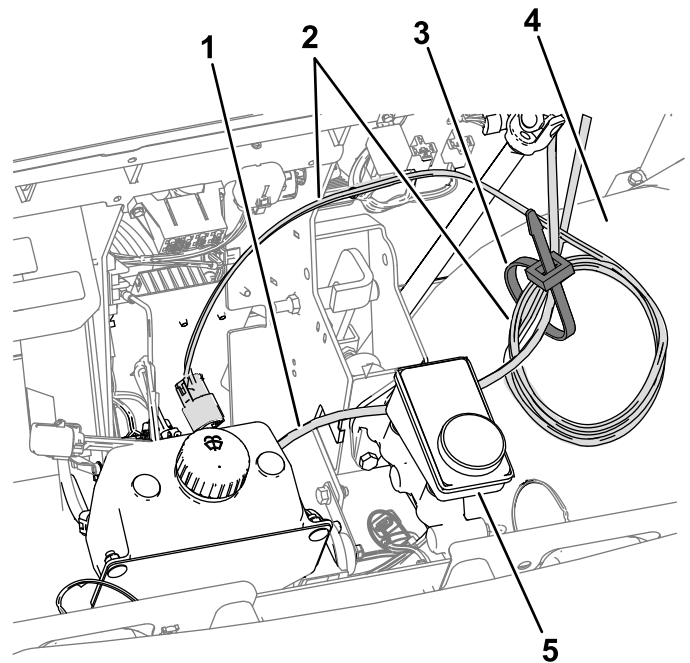

Bild 50
7. Wickeln Sie den überschüssigen Kabelbaum der Scheibenwaschanlagenpumpe (Bild 50) auf und befestigen Sie den aufgewickelten Kabelbaum und Schlauch mit einer Kabelbinde.